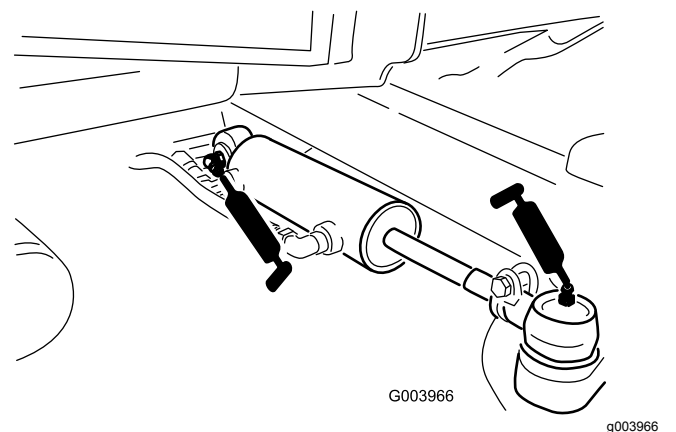

Figura 69
- Rótulas del cilindro de dirección (2) (Figura 69)